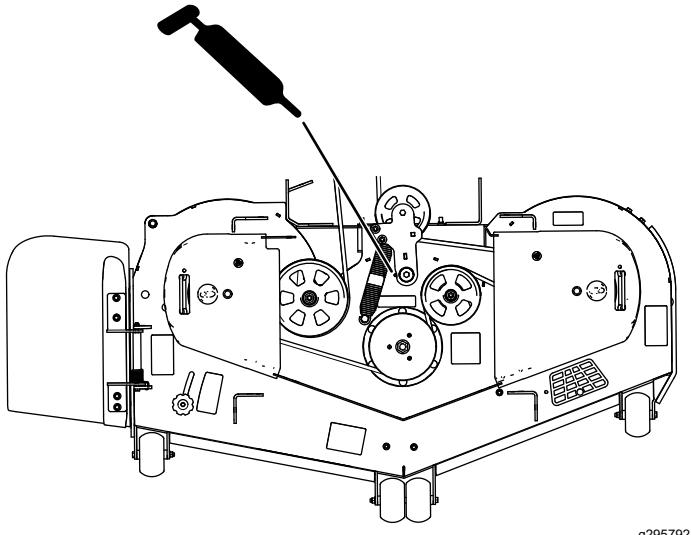
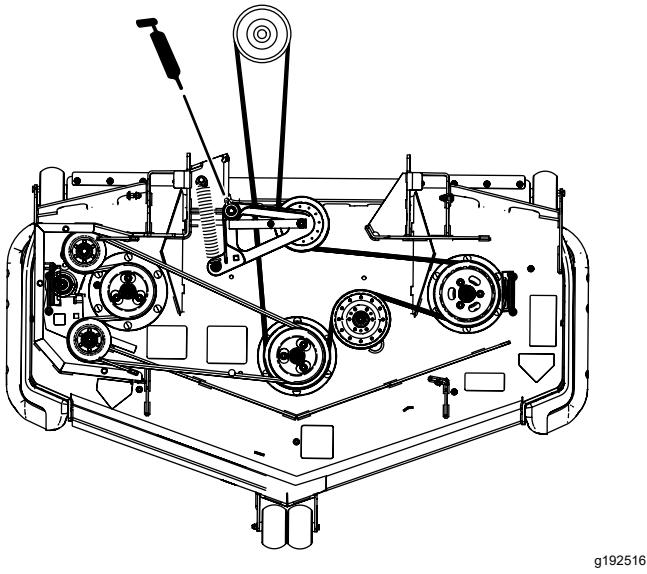

Figura 45
Figura 46
3. Engrase el pivote de la polea tensora de la carcasa de corte hasta que salga grasa por el extremo inferior (Figura 45 o Figura 46).